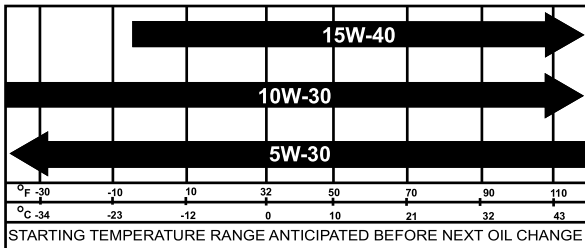

Figura 36
5. Llene el cárter con el aceite especificado (Figura 36).